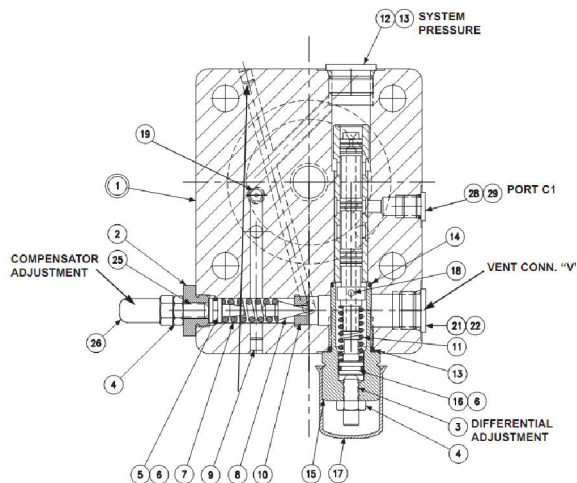

Рисунок 6
1. См. **Рисунок 6**. Полностью раскрутить винт максимального объема или маховик до максимального рабочего объема. Удалить винт максимального объема или маховик в сборе.
3. Удалить пробку (15) и присоединенные детали. Удалить пружину (11) и золотник (18).
4. Удалить регулировочную пробку (2) и присоединенные детали. Удалить уплотняющий поршень (5). Внимание: винты 10-24 используются при креплении поршня. Удалить пружину (7) и внутреннее кольцо подшипника (8).
5. Не удалять муфту с корпуса (1). Муфта закреплена в крышке и подобрана по размеру. Если муфта или крышка становятся непригодными для эксплуатации, заменить узел деталей, состоящий из крышки и муфты (1).